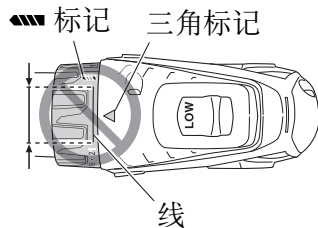

图 8
- 当离合器转盘位于“21”和钻机标记“”之间时，请勿使用本机，否则会造成损坏。（请参看图 8）